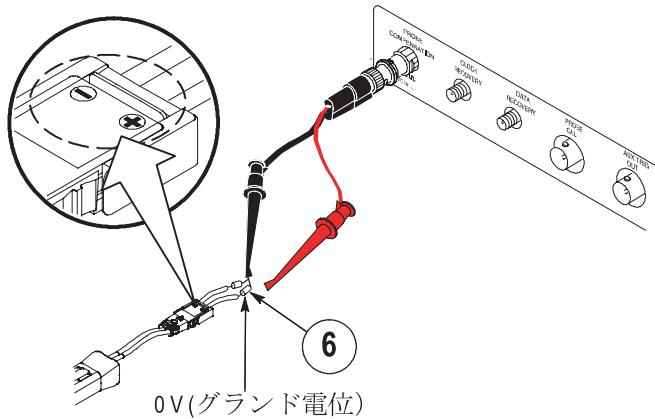

図 6：抵抗器のリード線を短絡
8. (-) ミニグラバを使用して両方の抵抗器のリード線を短絡し、グランド電位に接続します。図 6 を参照してください。